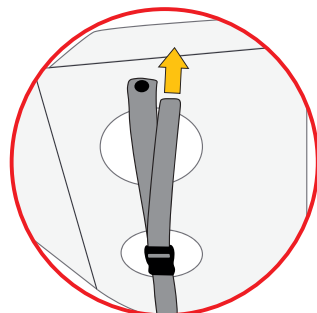

Fig. 18
- cerrar los broches de nylon y ajustar las correas (fig. 18).